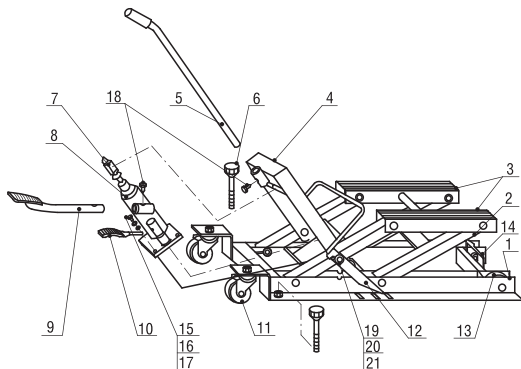

Рис. 1 – Устройство изделия
1. Гидравлический подъёмник оснащён педальным приводом (поз. 9 рис. 1), при помощи которого можно быстро поднять опорные площадки без груза на необходимую высоту.
4. Обеспечьте устойчивость подъёмника на основании при помощи стопорных винтов (поз. 6, рис. 1).
5. Поднимите груз на необходимую высоту, накачивая гидропривод при помощи рукоятки (поз. 5, рис. 1), установленной в соответствующий паз гидропривода.
6. Зафиксируйте груз при помощи стопорных рычагов (поз. 12, рис. 1.)
2. Нажмите на педаль спускного клапана (поз. 10 рис. 1). Подъёмник под грузом будет постепенно опускаться.